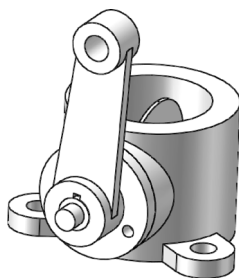

图 11-89 制动器装配体
**01** 打开文件。选择菜单栏中的“文件”→“打开”命令，或单击“快速访问”工具栏中的“打开”按钮，在弹出的“打开”对话框中，打开上节绘制的制动器装配体，如图 11-89 所示。